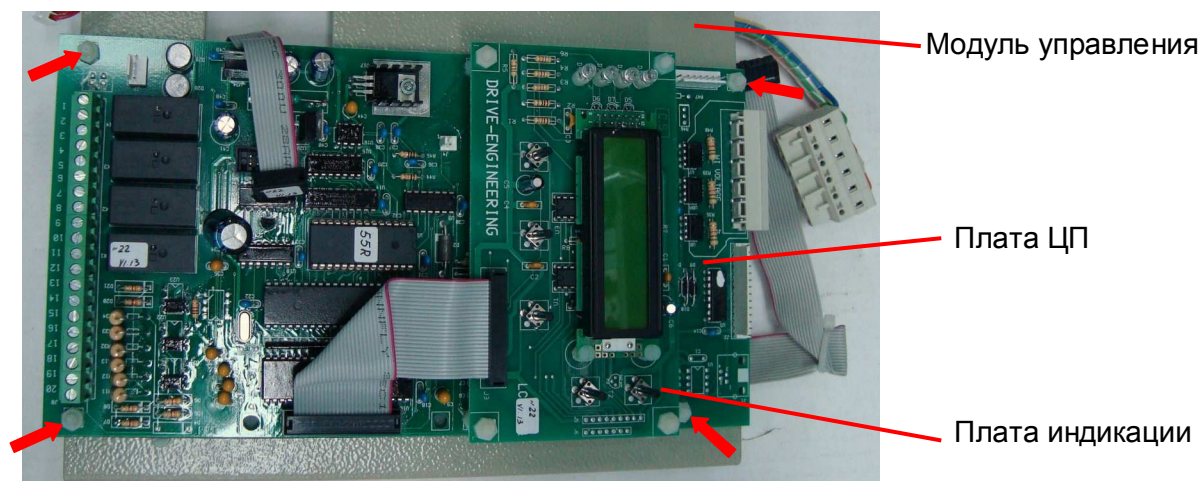

Рис. 7.14. Установка платы ЦП.
7.7.5. Установить плату ЦП на модуль управления согласно рис. 7.14 и зафиксировать ее четырьмя пластмассовыми гайками (рис.7.14, красные стрелки).